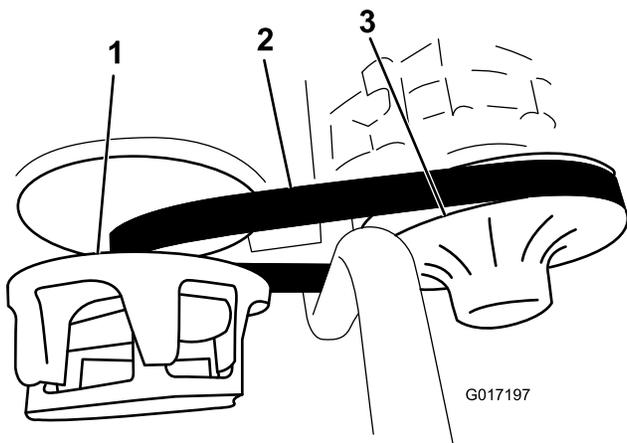

Bild 65
3. Drehen und prüfen Sie den Riemen (Bild 65) auf überdurchschnittliche Abnutzung oder Schäden.
3. Drehen Sie den Riemen und verlegen ihn über die sekundäre Kupplung (Bild 65).
4. Nehmen Sie den Riemen von der primären Kupplung (Bild 65).
5. Fluchten Sie den neuen Riemen über der primären Kupplung aus (Bild 65).
6. Drehen Sie den Riemen und verlegen ihn über die sekundäre Kupplung (Bild 65).